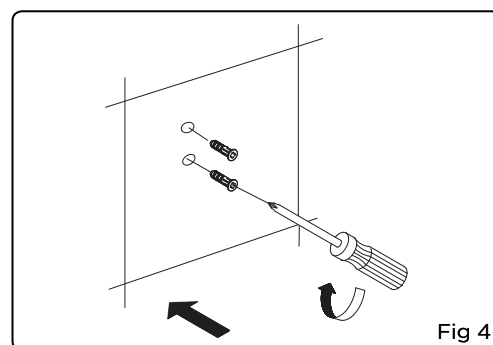

Fig 4
4. Insert the plastic wall anchors into the four holes. You may need to tap them lightly into position with a hammer (Fig 4).
4. Insérer les manchons en plastique dans les quatre trous. Il faudra peut-être frapper légèrement sur les manchons à l'aide d'un marteau pour les insérer en place (fig. 4).
4. Inserte los sujetadores plásticos en los orificios. Martíllelos suavemente si fuera necesario (fig. 4).